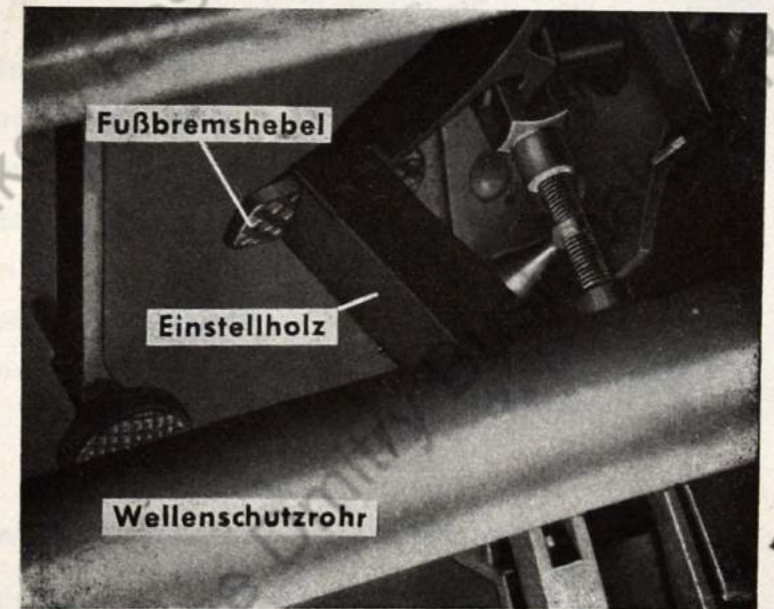

Bild 13
16. Einstellholz (Bild 13) seitlich herausnehmen; dabei lüften sich die Bremsbacken.